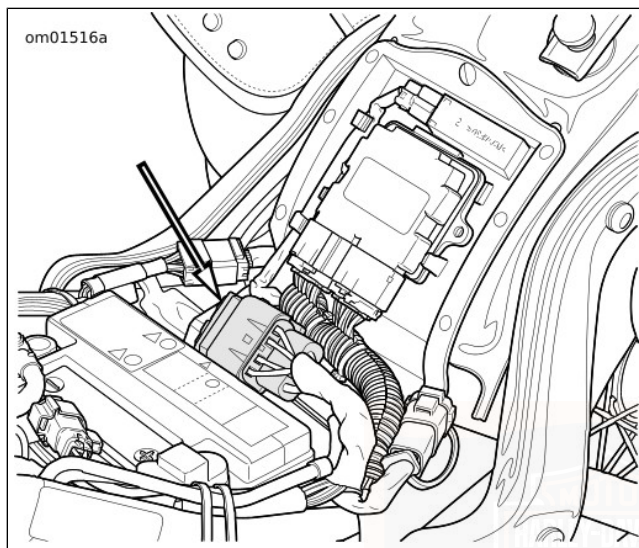

Abbildung 61. Lage des Sicherungsblocks
3. Siehe Abbildung 61. Die Abdeckung vom Sicherungsblock abziehen.